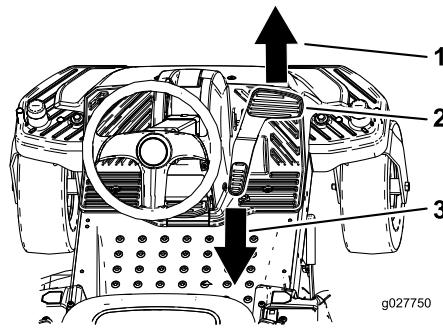

Figura 20
- Premete lentamente il pedale di controllo della trazione, sulla parte superiore per spostarlo in avanti o sulla parte inferiore per spostarlo indietro (Figura 20).